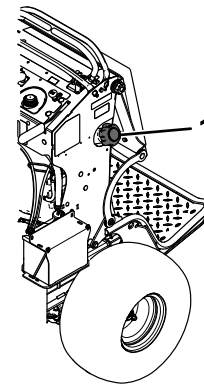

Figura 45
3. Limpie alrededor del tapón del depósito de combustible para evitar que entre suciedad en el depósito (Figura 45).